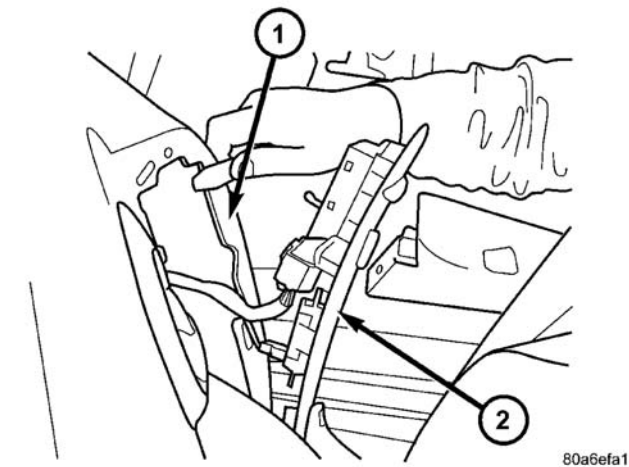

图 4 电动车窗开关
- （2）用一个撬杆，从开关和框总成的底部开始向上撬，从车门装饰板上拆下开关和框总成（图 4）。